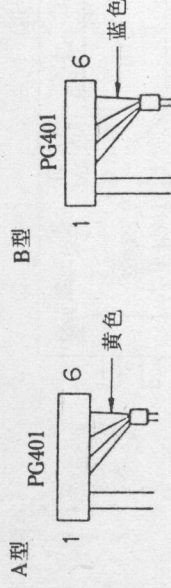

图8
②调节RT401,使真空管电压表的读数为 $2.1 \pm 0.1\text{mV}$ (均方根值)A型, $2.6 \pm 0.1\text{mV}$ (均方根值)B型;
③音频磁头连接线的颜色如图8所示。